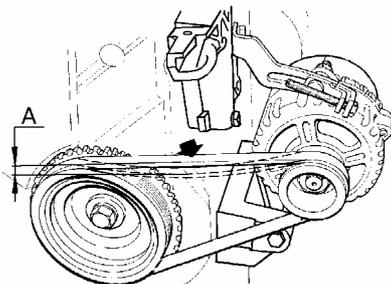

Рис.76.
- установить ремень 1 привода генератора, отрегулировать натяжение ремня и затянуть гайку крепления генератора к установочной планке и гайку болта крепления генератора к кронштейну. Прогиб А, рис.76, ветви ремня в средней ее части при усилии 100 Н (10 кгс) должен быть 8...12 мм (приспособление типа КИ-8920, головки сменные 13, 17, вороток и удлинитель).